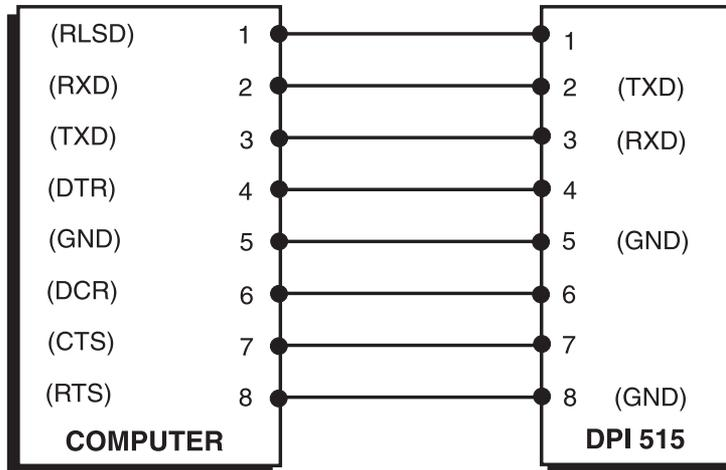

Figura 2-9, Conexões RS232 de 9 pinos (Handshake por hardware)
- Conecte o cabo entre a porta de comunicação do computador e o conector de porta RS232 tipo D de 9 pinos como mostrado na Figura 2-9.